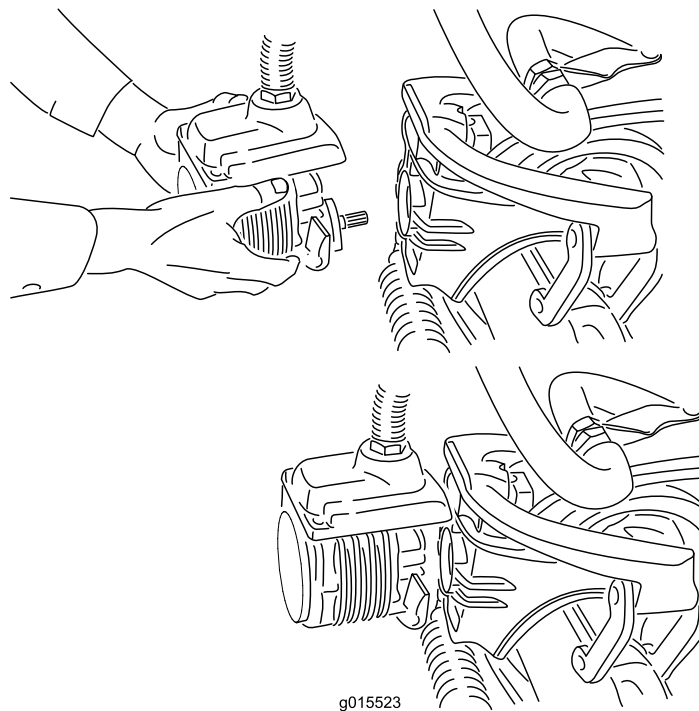

Figura 40
4. Mueva el motor al lugar de almacenamiento en la parte delantera del brazo de suspensión (Figura 40).